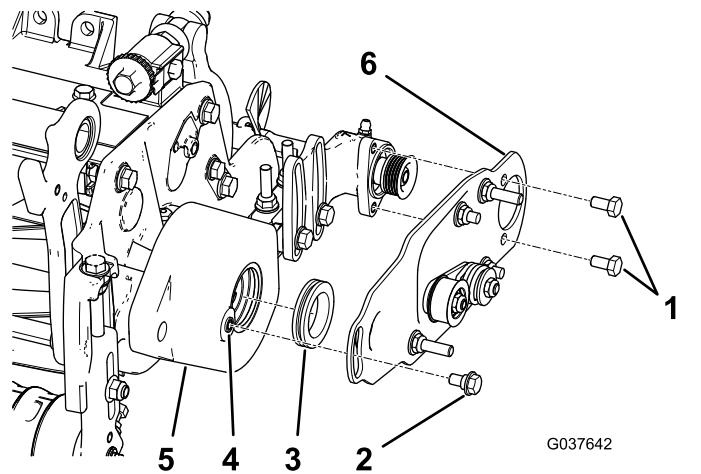

Bild 11
2. Schmieren Sie die Scheibe innen im Rollenbürstengehäuse mit Schmiermittel ein (Bild 11).
3. Montieren Sie die linke oder rechte Rollenbürstenplatte (Bild 11).
- Schmieren Sie die zwei Schrauben (5/16" x 1/2") mit Gewindesperrmittel ein und montieren Sie die Bürstenplatte am Lagergehäuse der Rollenbürste mit diesen Schrauben (Bild 11).
- Entfernen Sie Lack mit einem 5/16"-18-Bohrer vom Gewinde im Rollenbürstengehäuse, bevor Sie die Ansatzschraube einschrauben (Bild 11).
- Schmieren Sie die Ansatzschraube mit Gewindesperrmittel ein (Bild 11).
- Befestigen Sie die Bürstenplatte mit der Ansatzschraube am Rollenbürstengehäuse (Bild 11).